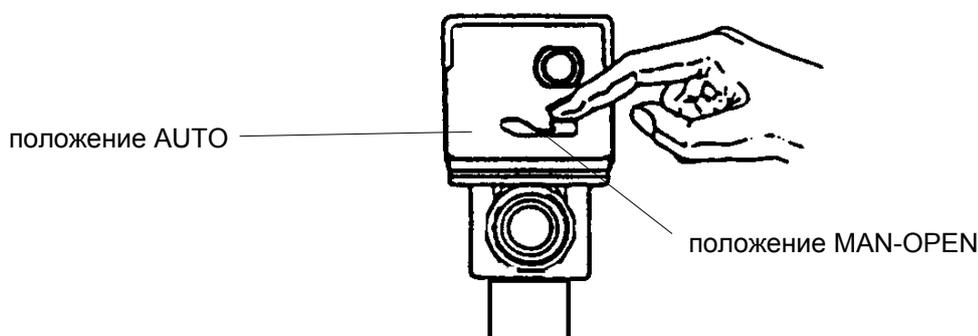

Рис. 15 Управление трехходовым вентилем Honeywell V4044F
15. После заполнения системы водой переключить рычажок управления трехходовым вентилем Honeywell V 4044F из положения MAN-OPEN в положение AUTO см.рис. 15 (если установлен нагрев ТТВ).